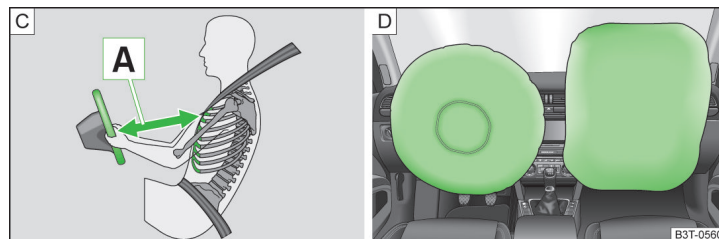

Fig. 9 Distanța sigură față de volan/airbaguri umplute cu gaz
Când se declanșează airbagurile, acestea se umflă în fața șoferului și pasagerului din față » fig. 9 - D. Airbagul umflat amortizează mișcarea spre înainte a pasagerilor reducând astfel riscul de rănire în zona capului și a pieptului.
- Atât pentru șofer cât și pentru pasagerul față este important să păstreze o distanță de aproximativ 25 cm față de volan, respectiv de planșa de bord **A** » fig. 9. Dacă nu se respectă această distanță, sistemul airbag nu își poate exercita eficiența maximă - Pericol! Pe lângă acestea, scaunele din față și tetierele trebuie să fie întotdeauna reglate în funcție de mărimea corpului.